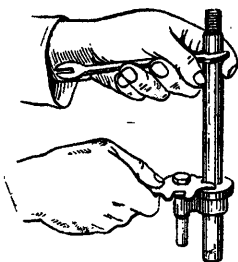

Рис. 38. Отделение регулятора
10. **Отделить регулятор:** а) удерживая ствол, как при отделении пламегасителя, вынуть при помощи выколотки разрезную чеку гайки; б) наложить ключ на гайку и отвернуть ее (рис. 38); если гайка закреплена